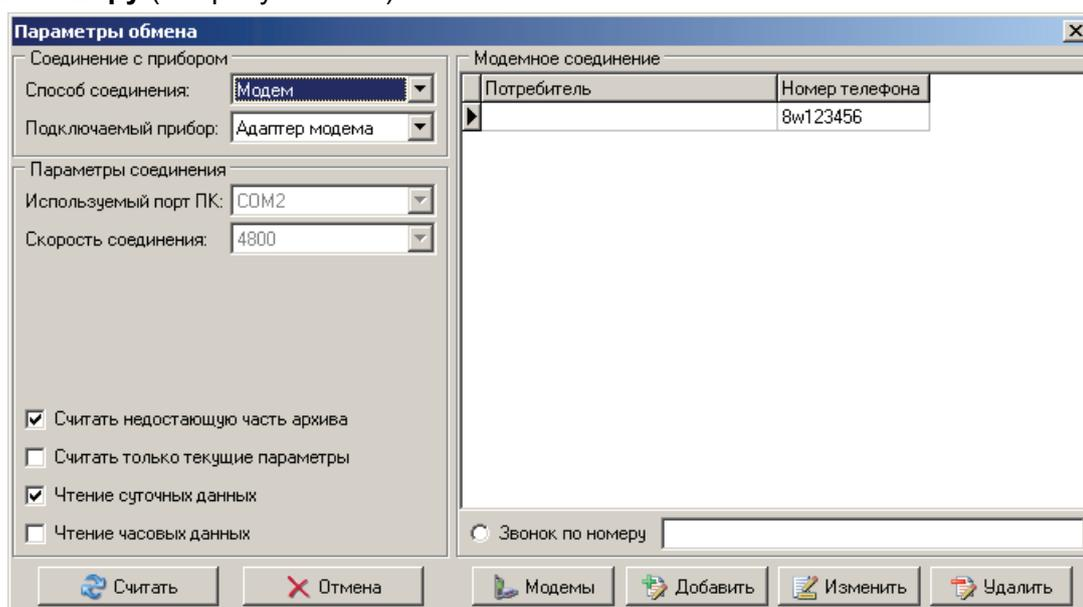
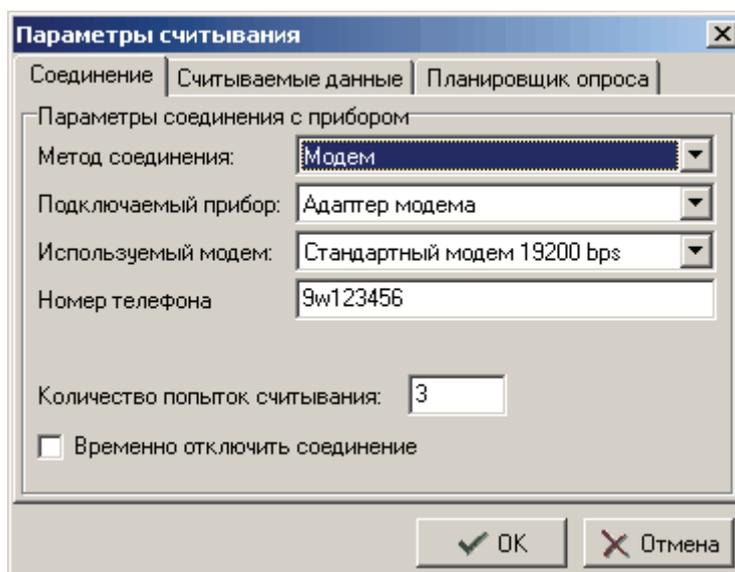

Рисунок 3.18
Рисунок 3.21
Если выбран метод соединения Модем, то необходимо в таблице **Модемное соединение** выбрать номер телефона для соединения с прибором или ввести номер телефона в поле **Звонок по номеру** (см. рисунок 3.18).
Кнопка **Добавить** (см. рисунок 3.18) служит для добавления модемного соединения в список и для вызова окна **Параметры считывания** (см. рисунок 3.21).
- Закладка **Соединение** (рисунок 3.21) содержит параметры соединения (ниже приведены параметры для создания соединения через модем):